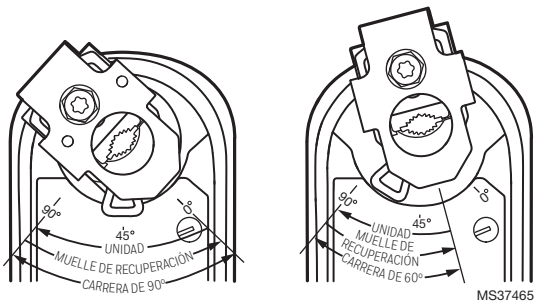

Fig. 6. Reducción de la carrera.
3. Gire el acoplamiento a la posición deseada y alinéelo según la etiqueta de la carrera. Consulte la Fig. 6.
EJEMPLO: Si instala el acoplamiento del eje en una posición a prueba de fallas aproximada de 30 grados (según se indica en la carcasa), limitará la carrera a 60 grados. (Consulte la Fig. 6).